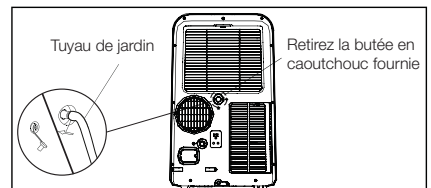

Fig. 25
1. En mode déshumidification, vous aurez besoin d'un tuyau de jardin (vendu séparément) afin de vidanger l'eau de condensation de l'appareil. Retirez la butée en caoutchouc du raccord de tuyau, puis vissez un tuyau de jardin au raccord comme indiqué sur la Fig. 25.